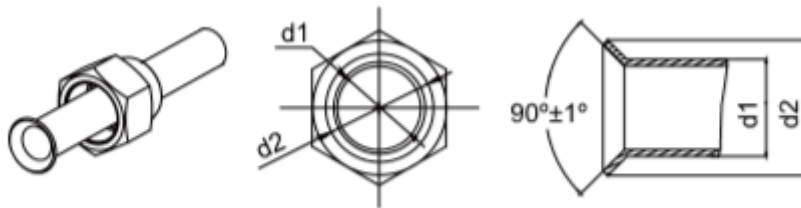

Рисунок 9
4. Перевірте, чи рівномірно розподілена частина розтруба і чи немає тріщин (див. Рис.9).